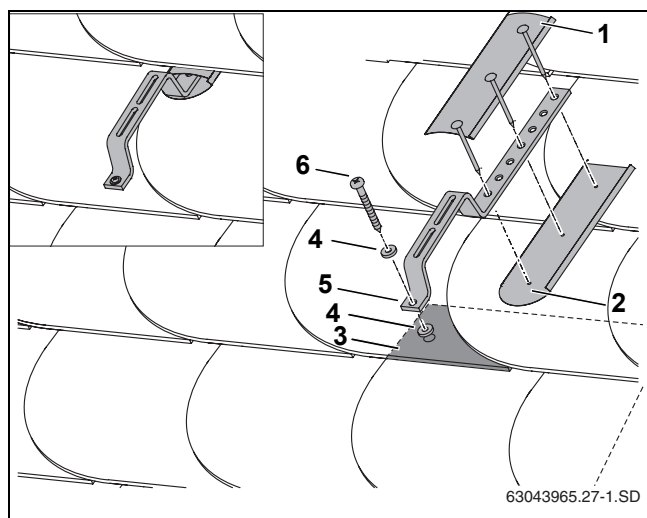

Fig. 26 Montaje sobre cubierta de pizarra o chillas
A continuación se muestra el montaje de un gancho especial de tejado y la cobertura estanca al agua con chapas a suministrar por el instalador (Fig. 26, [1] y [2]) tomando como ejemplo una cubierta de pizarra o chillas.
- Monte el gancho especial de tejado (Fig. 26, [5]) y la junta (Fig. 26, [4]) con el tornillo (Fig. 26, [6]) sobre la cubierta de pizarra o chillas.
- Para asegurar un montaje estanco, debe montar chapas por encima y por debajo de los ganchos especiales de tejado (Fig. 26, [1] y [2]).
En las cubiertas múltiples, el gancho especial de tejado debe quedar apoyado en la parte delantera (Fig. 26, [3]).